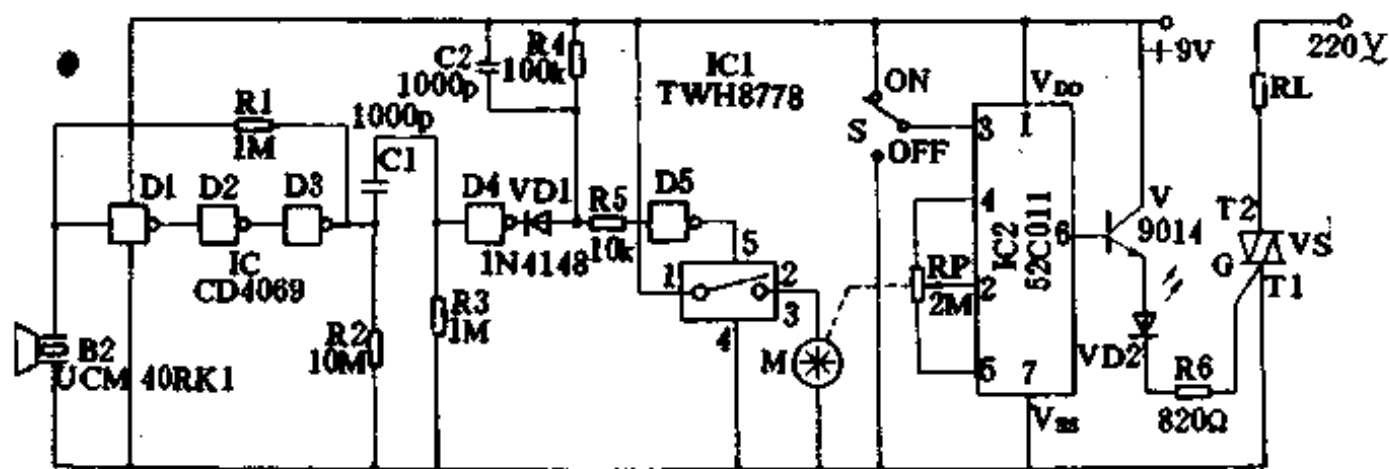

图 2-26
图 2-26 是超声波接收器电路,当超声波传感器 B2 接收到发射器发出的 40kHz 超声波时,因为与其谐振中心频率相同,所以立即在 B2 两端产生一定幅度的交变脉冲信号电压,这个电压被送入 IC 的“非”门 D1~D3 进行放大,再经反相器 D4、D5 整形,D5 输出即为高电平直流控制信号,送入功率开关集成电路 TWH8778 的控制端⑤脚,使①~②、③脚之间的开关导通。所以,电机 M 得电工作,带动电位器 RP 的中心滑动触点转动,作 0~2MΩ 的分压阻值变换,从而实现遥控调速/调光控制的目的。